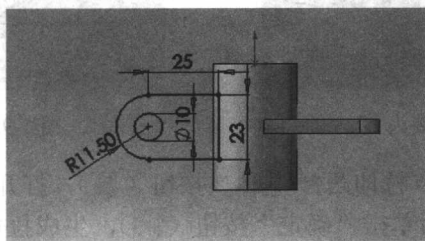

图 1-14 绘制的草图
(7) 在“设计树”管理器中单击“上视基准面”，然后将视图设置为“正视于”视图。使用“直线”工具 ()、“3点圆弧”工具 () 和“圆”工具 () 绘制草图，如图 1-14 所示。